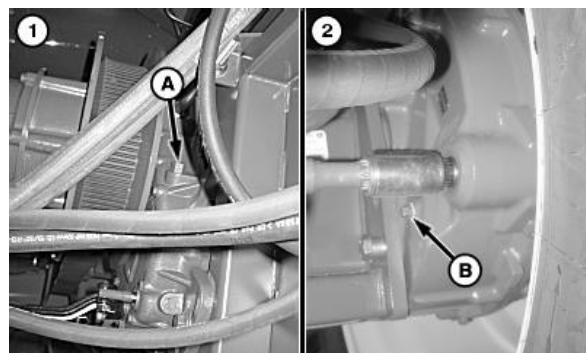

Рис.4.63 – Перевірка рівня оливи в редукторі привода сепаратора (1) та рівня мастила в кінцевих передачах (2)
31. Перевірити рівень оливи в редукторі приводу сепаратора (рис.4.63). Рівень оливи повинен знаходитися між канавками на щупі. При необхідності долити оливу.
32. Перевірити рівень мастила в кінцевих передачах (рис.4.63). Зняти пробку (B) та перевірити рівень мастила (з обох сторін). Мастило повинно бути на рівні в межах 12 мм від нижньої частини отвору.